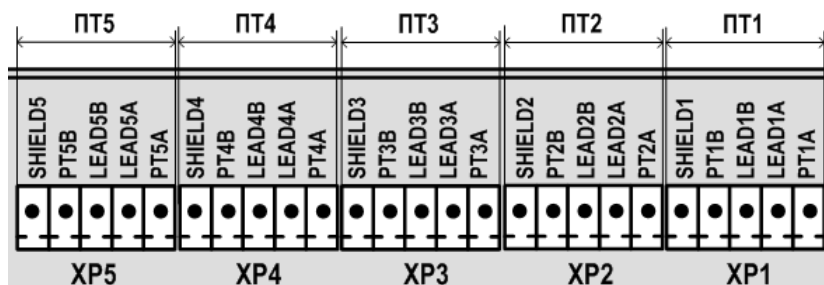

Рис.15. Обозначение коммутационных элементов подключения ПТ.
6.5.3.1. Входы каналов температуры 1..5 предназначены для подключения преобразователей температуры с номинальным значением сопротивления 100, 500 и 1000 Ом и номинальным значением тока от 0,2 до 1,0 мА. Обозначение коммутационных элементов для подключения ПТ показано на рис.15.